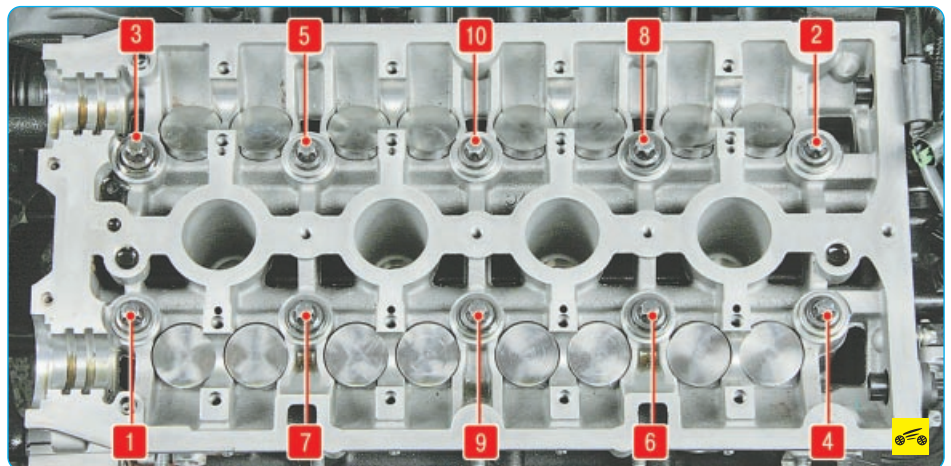

Рис. 5.3. Порядок выворачивания болтов крепления головки блока цилиндров
35. Ослабьте затяжку десяти болтов крепления головки блока к блоку цилиндров в последовательности, показанной на рис. 5.3.